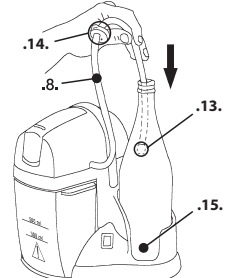

Fig. 6
- 3.7** Posizionate la bottiglia nell'apposito vano (.15.) ed infilate nella bottiglia (fig. 6), fino a raggiungere il fondo, il tubo (.8.), su cui è presente il filtro di aspirazione acqua (.13.). Tappate la bottiglia con il tappo (.14.) in dotazione.